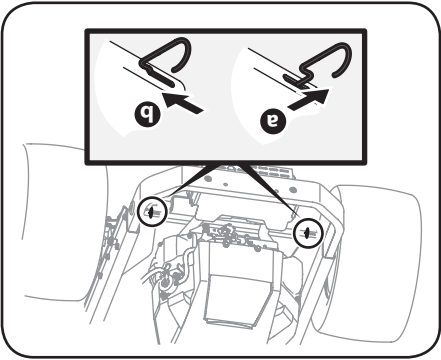

Figure 2-1
4. Embraquez les tiges de dérivation de la transmission de chaque côté du tracteur pour déplacer celui-ci sans le mettre en marche. Ces tiges se trouvent sur l'arrière du tracteur, sur l'intérieur de chaque roue arrière. Pour embraquer chaque tige de dérivation, tirez-la vers l'extérieur(a) et vers la droite (b) pour la bloquer. Voir la Figure 2-1.
5. Débrayez les tiges en inversant a et b après avoir déplacé le tracteur. Voir la Figure 2-1.